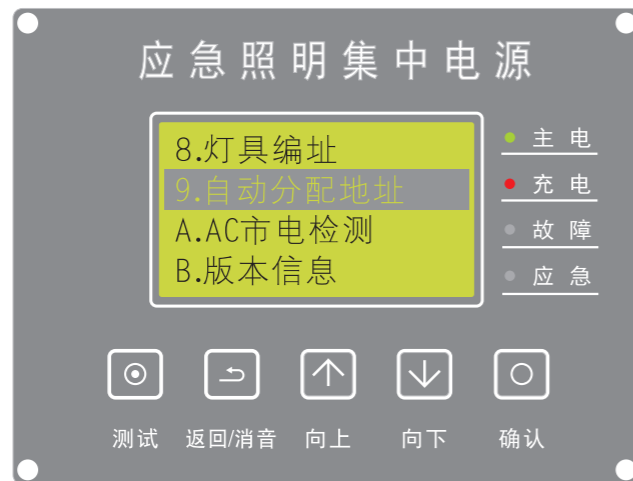

图22
(10)、自动分配地址：在主屏时，按【确认】键进入菜单，按【向上/向上】键选择【自动分配地址】（如图22）按【确认】键进入。